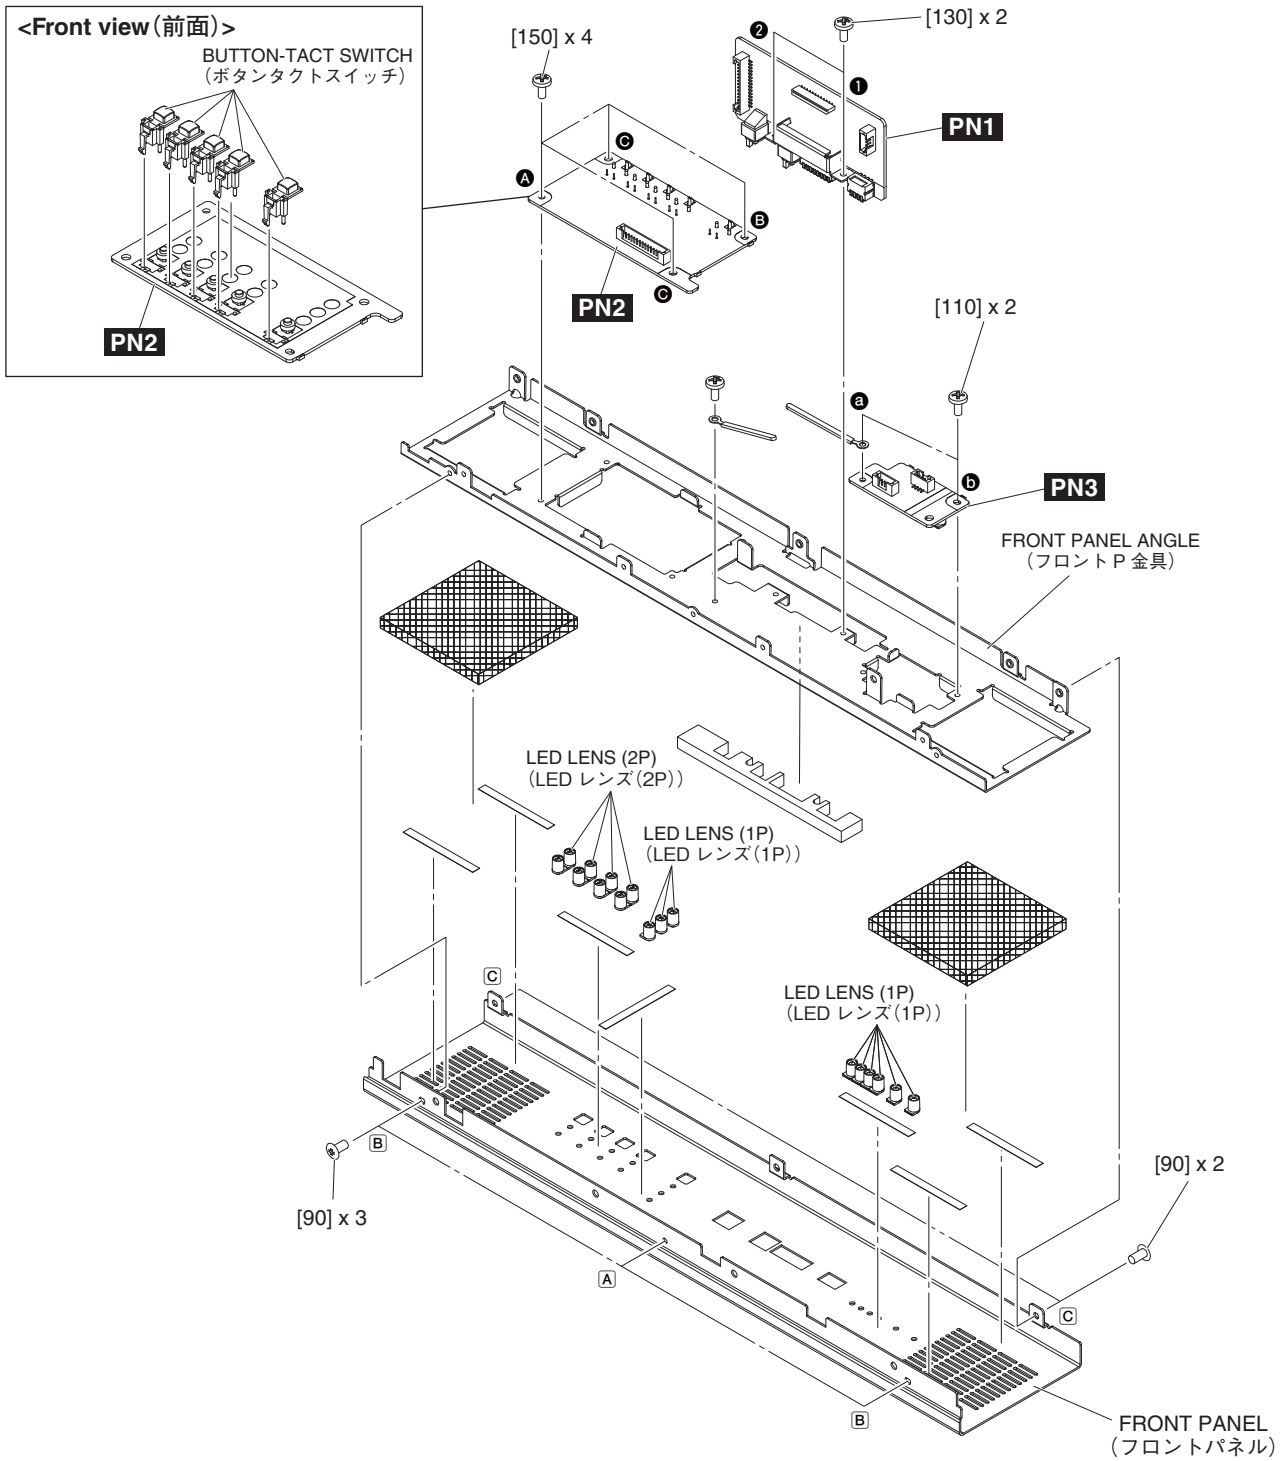

Fig. 7 (図7)
Remove the two (2) screws marked [130]. The PN1 circuit board can then be removed. (Fig. 7)
- * **When installing the PN1 circuit board, tighten the screws marked [130] in the order ① to ② shown in Fig. 7.**
Remove the four (4) screws marked [150]. The PN2 circuit board can then be removed. (Fig. 7)
- * **When installing the PN2 circuit board, tighten the screws marked [150] in the order ① to ③ shown in Fig. 7.**
- * **The buttons-tact switch are not parts of the PN2 circuit board. When replacing the PN2 circuit board, remove the buttons-tact switch from the PN2 circuit board, and install them on the new circuit board. (Fig. 7)**
Remove the two (2) screws marked [110]. The PN3 circuit board can then be removed. (Fig. 7)
- * **When installing the PN3 circuit board, tighten the screws marked [110] in the order ① to ② shown in Fig. 7.**
[130] のネジ 2 本を外して、PN1 シートを外します。(図 7)
- ※ PN1 シートを取り付ける際は、図 7 に示す ①～② の順に [130] のネジを締めてください。
[150] のネジ 4 本を外して、PN2 シートを外します。(図 7)
- ※ PN2 シートを取り付ける際は、図 7 に示す ①～③ の順に [150] のネジを締めてください。
- ※ ボタンタクトスイッチは、PN2 シートの構成部品ではありません。PN2 シートを交換する際には、PN2 シートからボタンタクトスイッチを取り外して、新しいシートに取り付けてください。(図 7)
[110] のネジ 2 本を外して、PN3 シートを外します。(図 7)
- ※ PN3 シートを取り付ける際は、図 7 に示す ①～② の順に [110] のネジを締めてください。
In this case, remove the five (5) screws marked [90]. The front panel angle can then be removed from the front panel. (Fig. 7)
When installing the front panel angle, tighten the screws marked [90] in the order [A] to [C] shown in Fig. 7.
- 15-4 Remove the LED lens 2P or LED lens 1P. (Only when replacing the LED lens 2P or LED lens 1P) (Fig. 7)
※ PN1 シート、PN2 シート、PN3 シートと共にフロント P 金具を外す方法でも、LED レンズの交換ができます。この場合、[90] のネジ 5 本を外して、フロントパネルからフロント P 金具を外します。(図 7) フロント P 金具を取り付ける際は、図 7 に示す [A] ~ [C] の順に [90] のネジを締めてください。
- 15-4 LED レンズ 2P または LED レンズ 1P を外します。(レンズ交換時のみ) (図 7)